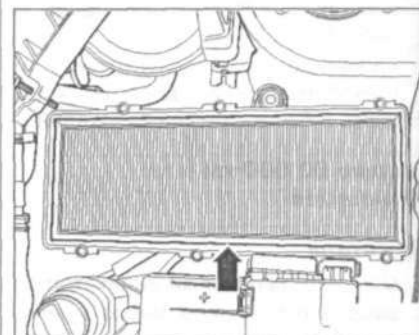

Рис. 2.5. Извлеките фильтрующий элемент.
12. Извлеките фильтрующий элемент (рис. 2.5).